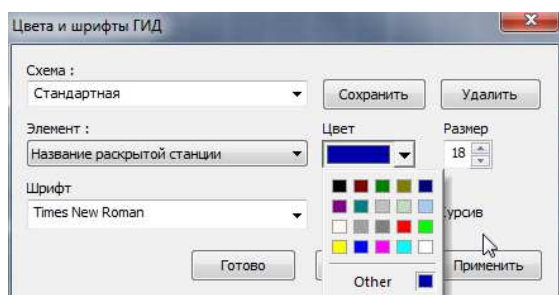

Рис.330
9.2.6. Выберите элемент, отображение которого хотите настроить (см. рис. 330).
9.2.8. Щелчок по полю «Цвет» позволяет изменить цвет элемента (см. рис. 330).